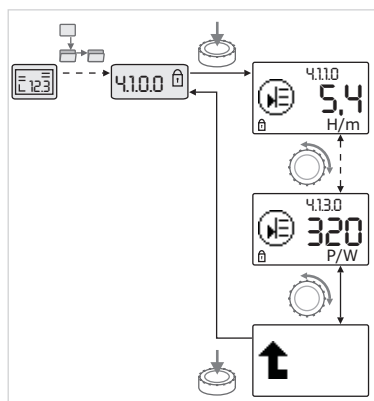

Fig. 39: Priklic informacij
- Z obračanjem upravljalnega gumba krmilite elemente menija tipa »Informacija« aktualnega podmenija (glejte Fig. 39). Za razlago nastavitev, ki jih predstavljajo znaki, glejte tabelo v poglavju 8.7 »Razlaga elementov menija« na strani 38.